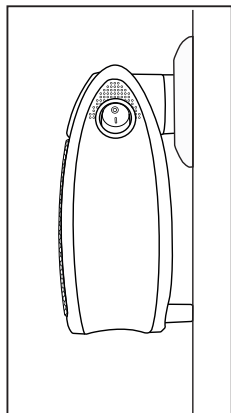

Fig. 1
- Este aparato solo debe utilizarse enchufado directamente en una toma eléctrica, en posición vertical y completamente montado. Los distanciadores ⑩ deben tocar la pared (consulte la fig. 1).